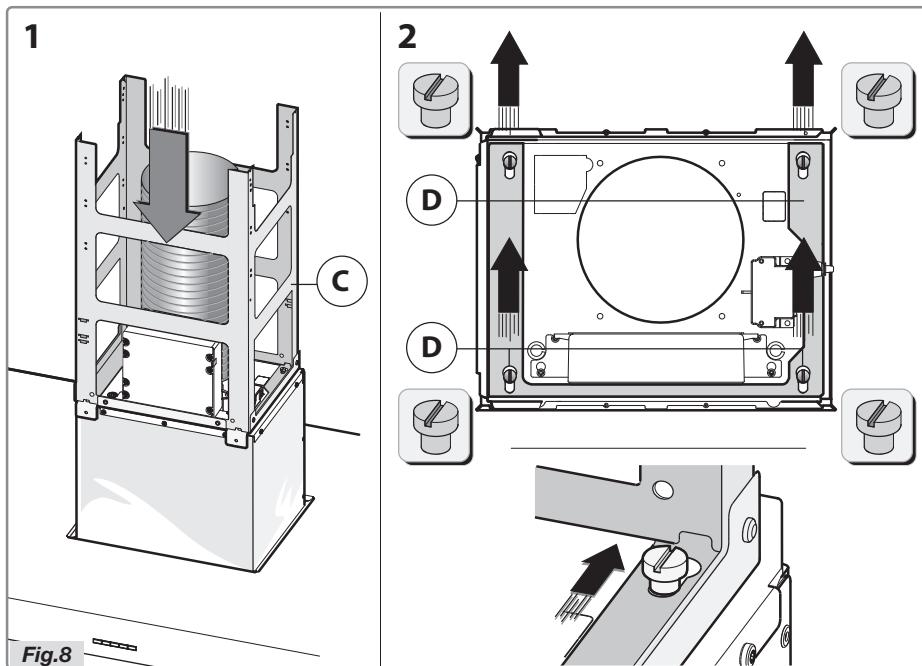

Fig.8
- Prenez la partie inférieure du châssis **C** et fixez-la au boîtier du moteur (Fig.8).